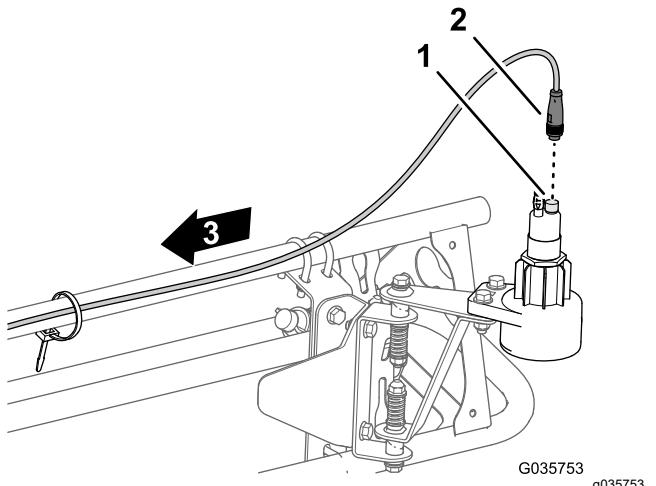

Figura 23
1. Collegate il connettore a 4 prese rotondo del cablaggio preassemblato del sensore per il connettore a 4 pin del sensore (Figura 23).